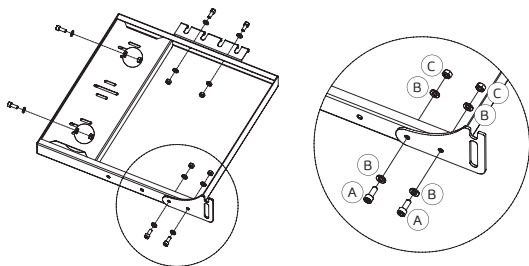

Рис. 22.
Взять столик с подстаканниками (поз. 5) установить кронштейн столика (поз. 8), крючок столика (поз. 7), опорную планку (поз. 6) используя винты (A), шайбы (B), гайки (C) (рис. 22).
- Взять собранный столик/столики с прикрепленным кронштейном (согласно рис. 22/23) совместить пазы в кронштейне с выступающими винтами на ножке с задней стороны жаровни.